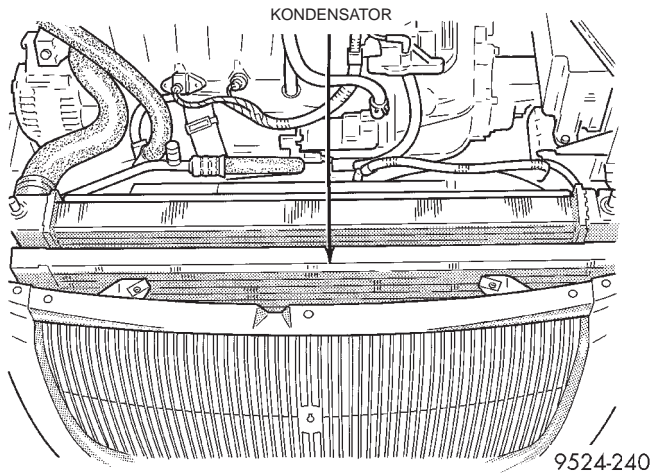

Abb. 28 Kondensator ausbauen
- (9) Kondensator aus dem Fahrzeug nehmen (Abb. 28).